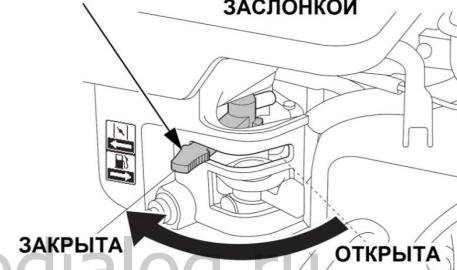

Рис. 18 Рычаг управления воздушной заслонкой
Максимальный уровень масла в картере соответствует нижней кромке заливного отверстия (Рис. 18).
- Закройте воздушную заслонку карбюратора. Для этого переведите рычаг управления воздушной заслонкой в крайнее левое положение (Рис. 18).